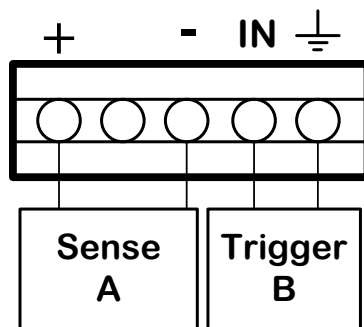

图 4-11 负载后面板触发与远端采样端子
- 外部触发<EXTERNAL>：负载的后面板上具有一个外部触发输入端（如图 4-11 所示）。外部触发方式有效时，在触发端子施加一个持续 5us 的低电平，负载将启动一次触发操作。